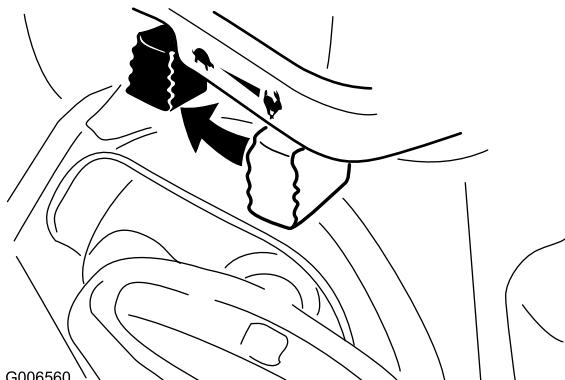

Figura 27
1. Portate l'acceleratore in posizione Slow e quindi in posizione Stop (Figura 27).